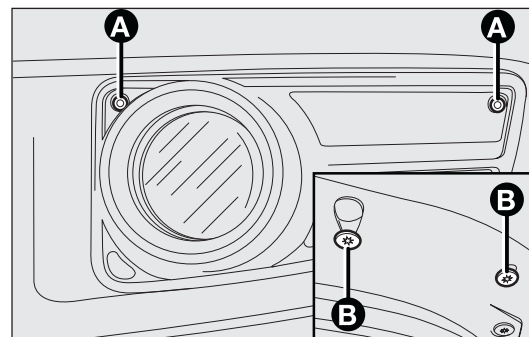

fig. 149
- dévisser les deux vis A et B-fig. 149 de fixation des feux antibrouillard, extraire la garniture complète du feu antibrouillard et détacher le connecteur ;